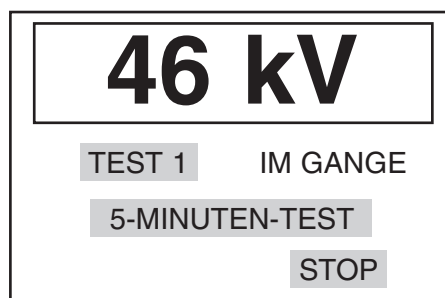

Abbildung 6 Bildschirm: Anliegende prüfspannung
2. Nach Ablauf der Anfangsstezeit wird die Prüfhochspannung eingeschaltet und an die Ölprobe gelegt. Es erscheint ein Bildschirm mit 'TEST 1', der der Darstellung in Abbildung 6 ähnlich ist.
2. Nach Ablauf der Anfangsstehtzeit wird die Prüfhochspannung eingeschaltet und langsam an die Ölprobe gelegt. Es erscheint ein Bildschirm, der der Darstellung in Abbildung 6 ähnlich ist.
2. Nach Ablauf der Anfangsstezeit wird die Prüfhochspannung eingeschaltet und an die Ölprobe gelegt. Es erscheint ein Bildschirm, der der Darstellung in Abbildung 6 ähnlich ist.
4. Der Bildschirm nimmt nun das in Abbildung 6 dargestellte Standardformat an. Bei Betätigung der rechten Taste kehrt der Benutzer zum Hauptmenü zurück. Nach Erreichen der oberen Spannungsgrenze erscheint auf dem Display die verstrichene Zeit, während derer die Spannung bereits angelegen hat, bis eine Minute vorbei oder ein Durchschlag aufgetreten ist.